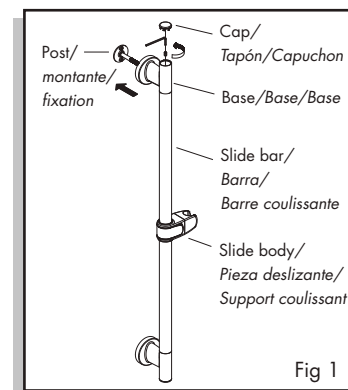

Fig 1
1. Remove cap. Using hex wrench (supplied), loosen set screw and remove post from slide bar base (Fig 1).
1. Quite el tapón. Utilice la llave hexagonal provista para aflojar el tornillo de presión y quite la sujeción de la base de la barra (fig. 1).
1. Enlever le capuchon. À l'aide de la clé hexagonale (fournie), desserrer la vis vde pression et retirer la fixation de la base de la barre (fig. 1).
1. Remove handshower from hose by unscrewing hose conical counter-clockwise (Fig 1).
1. Quite la ducha de mano de la manguera desenroscando la sección cónica de la manguera en sentido antihorario (fig. 1).
1. Tourner la douche à main dans le sens contraire des aiguilles d'une montre pour la détacher du flexible (fig. 1).